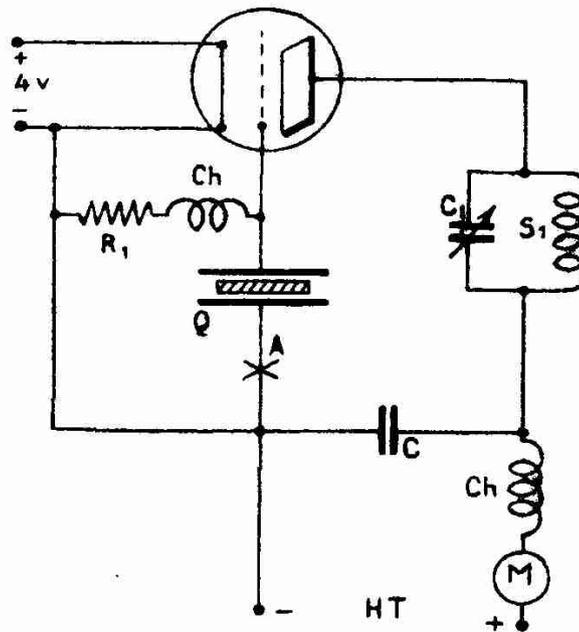

Fig. 5
b) RÉALISATION. — On montera sur table un oscillateur d'après le schéma de la fig. 5. Ce montage servira à nous assurer des qualités oscillantes de la pastille et à nous familiariser avec le fonctionnement d'un oscillateur à quartz. On *écouterà* en outre la note émise à l'aide d'un récepteur réglé sur harmonique, ou mieux à l'aide du « Monitor » décrit dans un précédent article.
Si l'on n'obtient pas l'entretien des oscillations on s'assurera que le cristal est bien propre ; on changera sa position sur le support. Au cas où le cristal serait de qualité médiocre et refuserait d'osciller avec le montage de la fig. 5, on placerait en série en A une self en gabion de quelques spires qui, couplée à  $S_1$  jouera le rôle de réaction. On s'assurera que l'accrochage obtenu est bien dû au quartz (écoute au « Monitor ») et n'est pas auto-oscillant. On conservera alors la réaction adjointe ce qui ne gênera en rien pour la suite.
L'oscillateur ainsi réalisé (fig. 5) couplé à une antenne convenable peut servir d'émetteur à faible puissance ; sa fréquence, imposée par le quartz, est rigoureusement constante. On ne peut augmenter la puissance au delà d'une quinzaine de watts sans risque pour le cristal. Si on ne voulait émettre que sur cette longueur d'onde de 80 m., il suffirait d'ajouter à cet oscillateur un autre étage comportant une lampe plus puissante, un circuit oscillant plaque attaquant l'aérien et réglé sur 80 m. et prendre comme circuit grille le circuit plaque de l'oscillateur. Mais les émissions les plus intéressantes se faisant sur 40 et 20 mètres, nous devons d'abord doubler ou quadrupler la fréquence initiale.